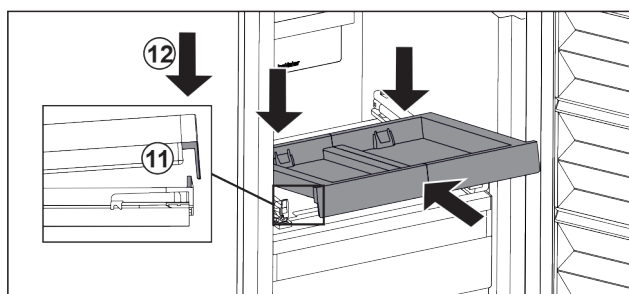

Fig. 37
- ▶ Inserire in modo inclinato. Assicuratevi che l'arresto sia dietro la linguetta su entrambi i lati. Fig. 37 (11)
- ▶ Abbassare il ripiano estraibile nella parte anteriore. Fig. 37 (12)